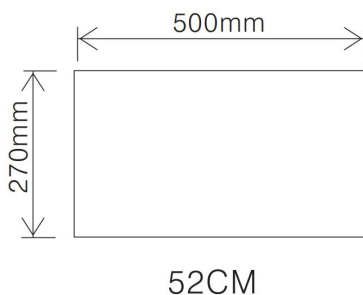

Рис. 1
2. Просвердліть отвір у шафі, зверніться до рис. 1 для визначення ширини отвору. Переконайтеся, що відстань між краєм отвору і краєм шафи становить не менше ніж 35 мм.